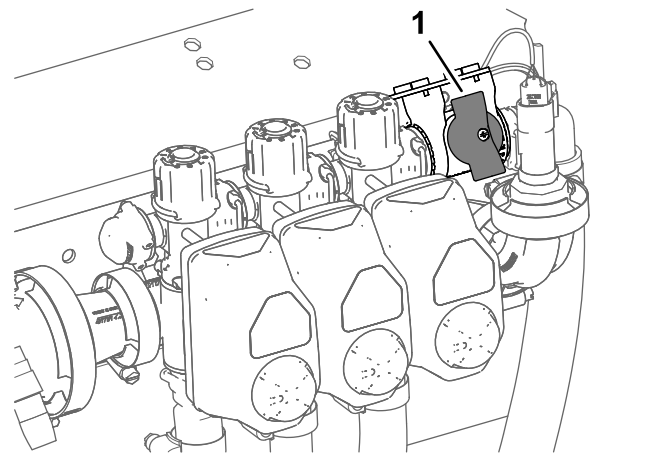

Figure 37
2. Tournez la vanne de coupure de dérivation de section à la position fermée (Figure 37).